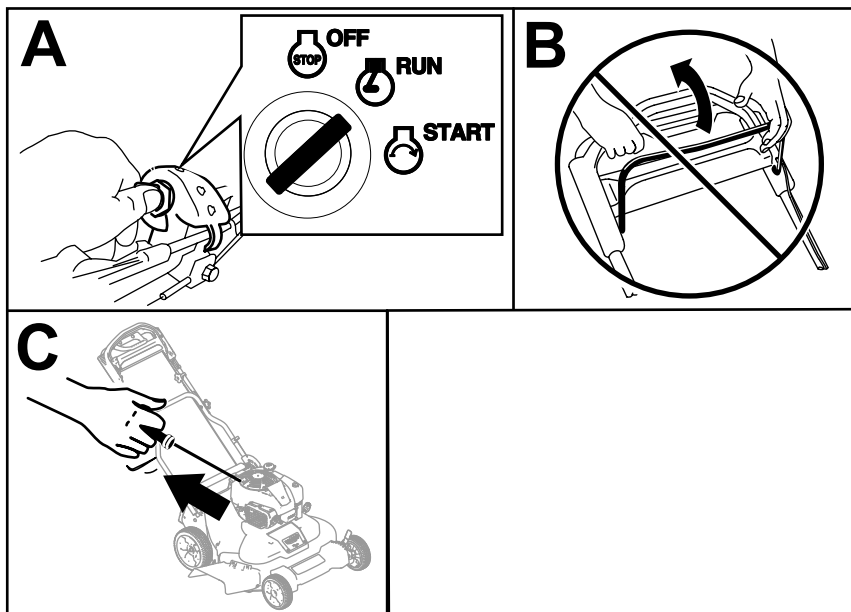

Figura 16
1. Rode a chave da ignição para a posição FUNCIONAMENTO (A da Figura 16).
**Importante:** Não tente ligar o motor com a barra de controlo da lâmina engatada. O fusível poderá queimar (B da Figura 16).
2. Puxe o manípulo de arranque manual com cordão lentamente para trás até sentir resistência e, em seguida, puxe rapidamente (C da Figura 16). Deixe que a corda regresse lentamente ao motor.